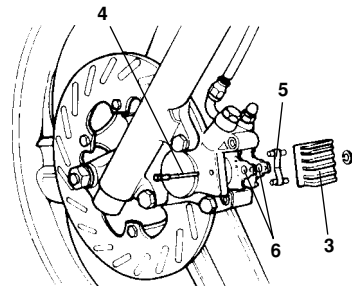

Fig. 31
- Den Deckel (3 - Fig. 31) abnehmen.
- Den Sicherungsring entfernen vom Zapfen (4) ausbauen.
- Den Zapfen (4) herausziehen.
- Die Feder (5) entfernen.
- Die Bremsbeläge (6) herausziehen.